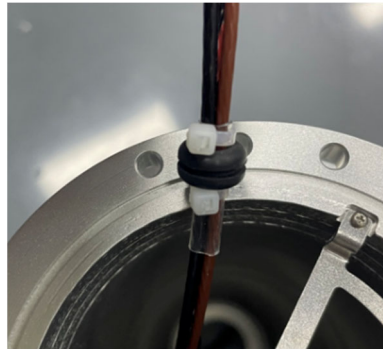

图 3-21 扎线
- 把橡胶护线环套在对应的线束上，护线环两端用扎带扎紧，如图 3-21 所示；